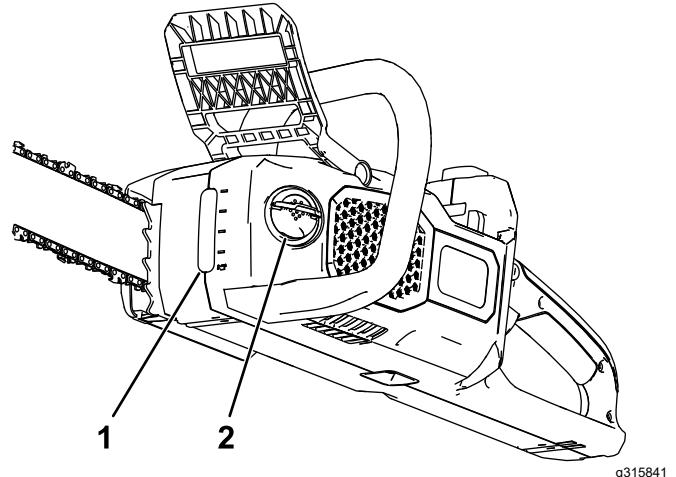

Figure 24
- Contrôlez le niveau d'huile par le regard. Si l'huile ne recouvre pas le regard, faites l'appoint d'huile pour guide-chaîne et chaîne selon les besoins (Figure 24).
4. Nettoyez la surface autour du bouchon de remplissage d'huile (Figure 24).
5. Dépliez la languette de l'écrou à oreilles sur la languette du bouchon d'huile, et remplissez le réservoir d'huile pour guide et chaîne (Figure 24).